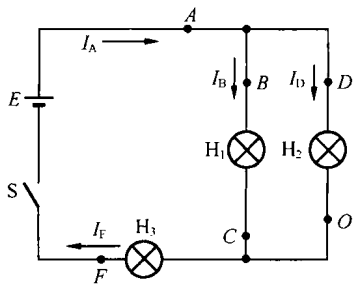

图 1.6 简单直流电路
- (1) 在电工实验台上, 选择有关元件, 按照图 1.6 连接电路, 断开开关 S。
- (2) 断开 A 点, 将电流表串联接入电路, 再将电压表并联接在图中 B、C 两点间。
- (3) 合上开关 S, 对两表进行读数, 分别为 $I_A = \underline{\hspace{2cm}}$ A; $U_{BC} = \underline{\hspace{2cm}}$ V。
- (4) 断开 S, 将电压表并接在图中 D、O 两点间, 电流表串接在 F 点处, 合上开关 S, 对两表进行读数, 分别为 $I_F = \underline{\hspace{2cm}}$ A; $U_{DO} = \underline{\hspace{2cm}}$ V。